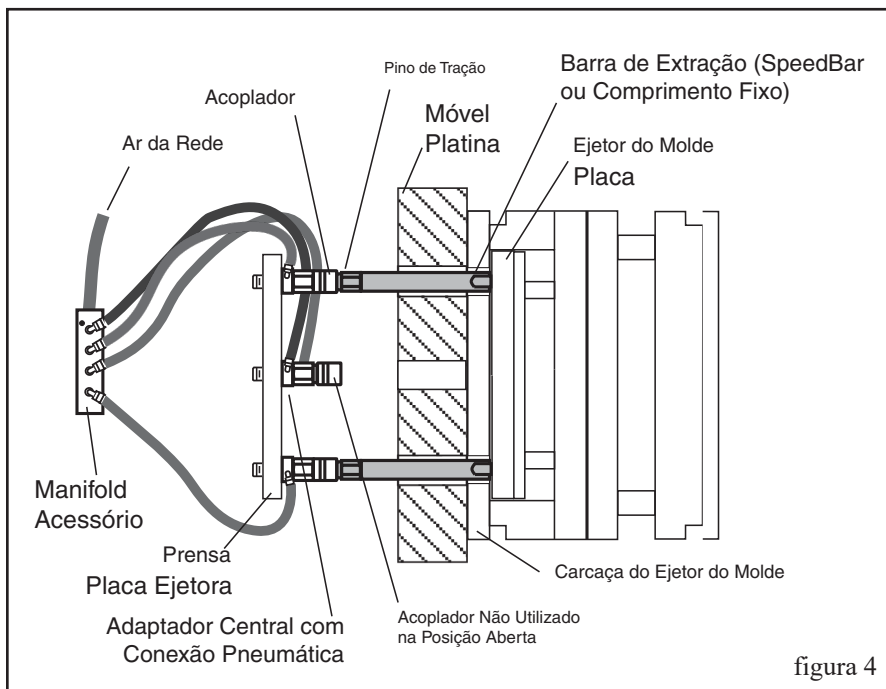

figura 4
2. Instale o conector pneumático no adaptador central, conforme a figura 4.